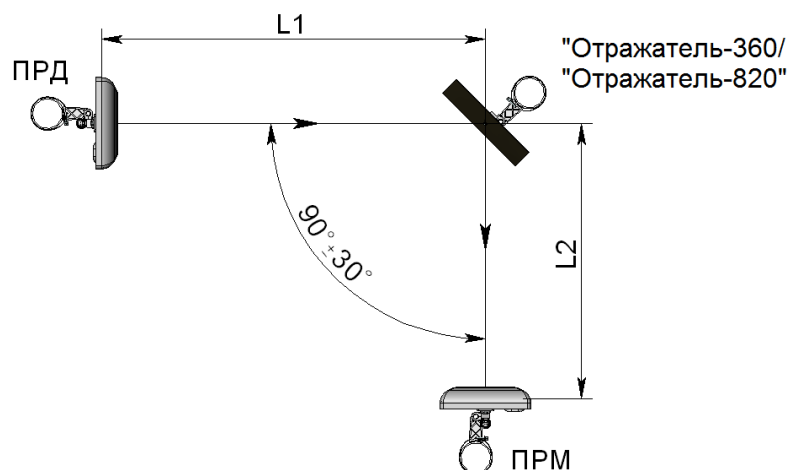

Рисунок 2.14 – Установка извещателей с применением отражателя «Отражатель-360» («Отражатель-820»)
2.3.9.2 При работе извещателей «ФОРТЕЗА-50А», «ФОРТЕЗА-100А», «ФОРТЕЗА-200А» с «Отражателем-360» (см. рисунок 2.14) суммарная длина зоны обнаружения  $L1+L2$  (где  $L1$  – расстояние между блоком ПРД и отражателем,  $L2$  – расстояние между отражателем и блоком ПРМ) не должна превышать: